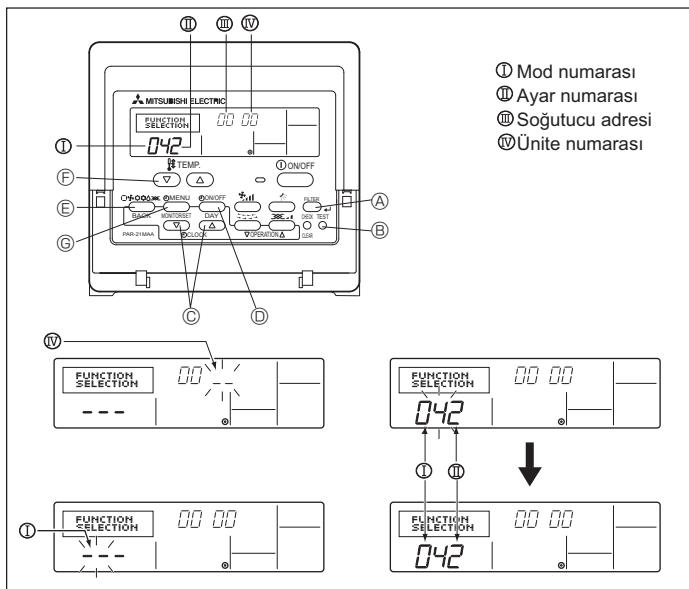

Fig. 6-8
1) Kablolu Uzaktan Kumanda için (Fig. 6-8)